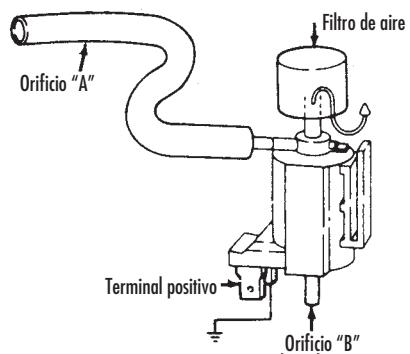

FIGURA 14: SOLENOIDE DE VACÍO TÍPICO
- 1) Desconecte los conectores de vacío y eléctricos del solenoide. Conecte la bomba al orificio "B" y trate de aplicar vacío con la bomba. El vacío debe romperse por el orificio "A" (FIGURA 14).